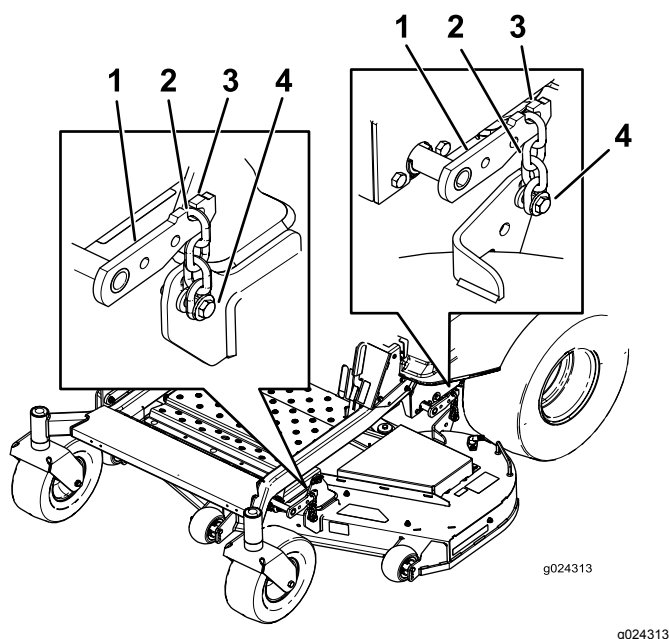

Figura 76
3. Rimuovete le catene dai ganci sui bracci di sollevamento del piatto (Figura 76).
6. Alzate la parte posteriore del piatto di taglio e attaccate le catene ai bracci di sollevamento posteriori (Figura 76).
7. Attaccate le catene anteriori ai bracci di sollevamento anteriori (Figura 76).